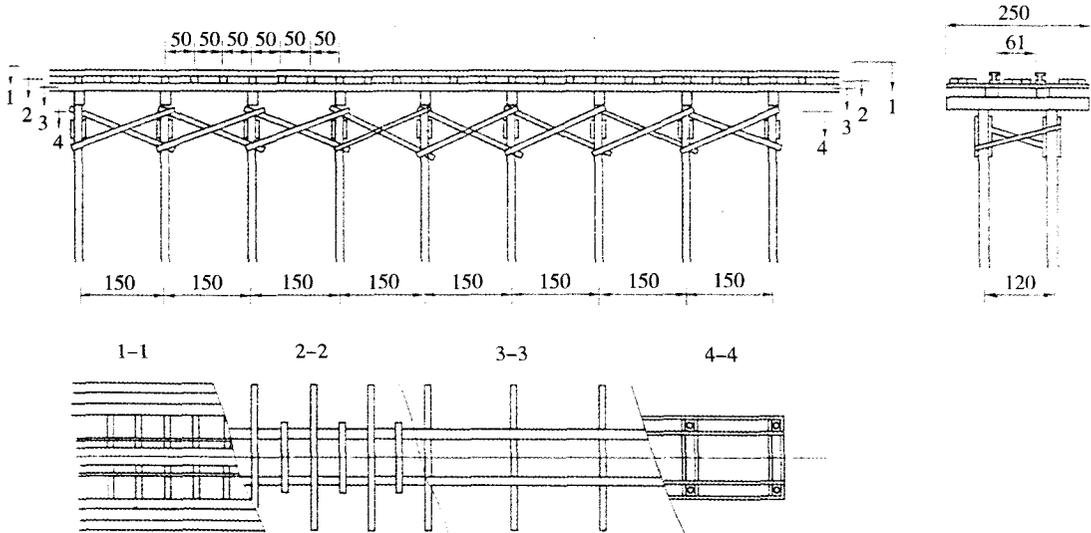

图19 简易木栈桥图 (尺寸单位: cm)
(2) 利用枯水期，在桥墩下游顺桥方向搭设简易木栈桥，上铺轻轨与岸上轻轨相连，构件可通过栈桥直送至安装孔拱架一侧起重台灵扒杆下方，见图19。